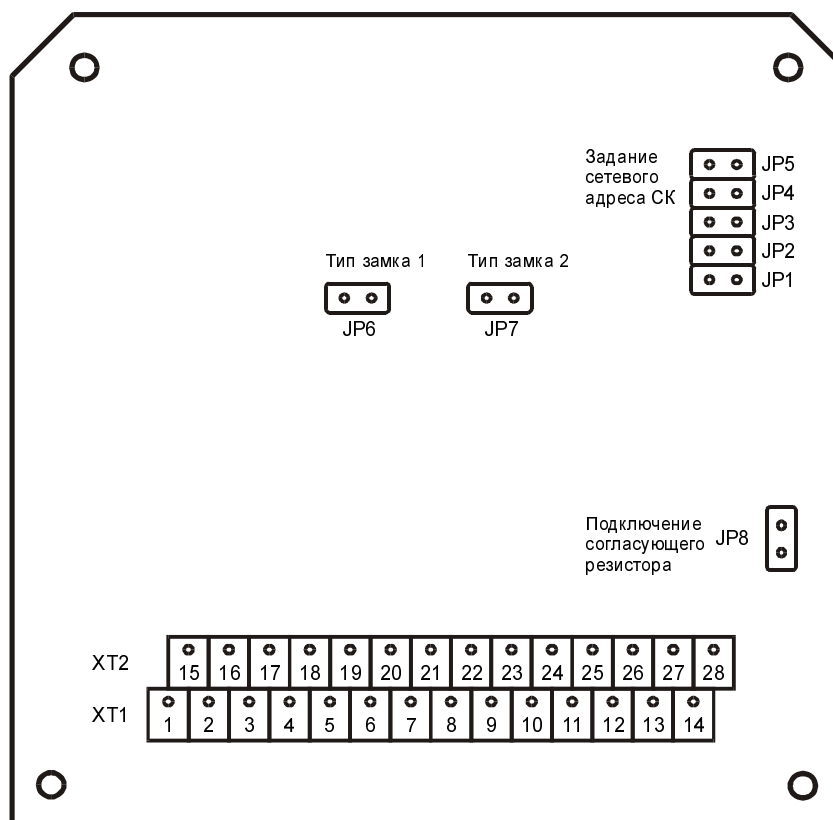

Рис. 2 Внешний вид печатной платы СК-01
4.4. СК состоит из пластмассового корпуса, печатной платы с радиоэлементами и клеммами для подключения. На Рис. 2 приведен внешний вид печатной платы СК.
Сетевой адрес СК задается переключателями J1-J5 (см. Рис. 2), установленными на плате СК в соответствии с Табл. 2, для задания 0 соответствующий переключатель должен быть разомкнут, а для 1 – замкнут. Перед установкой адреса необходимо отключить питание СК. Далее необходимо сконфигурировать БЦП для работы с СК. Для этого необходимо: